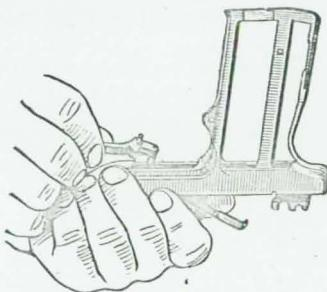

Рис. 15. Отделение (присоединение) спускового крючка с пружиной и спусковой тягой
тельным пальцем левой руки вывести спусковую тягу из паза рамки вниз, правой рукой повернуть спусковой крючок и вынуть его вместе со спусковой тягой из рамки вверх (рис. 15).
1. Присоединить спусковой крючок с пружиной и спусковой тягой к рамке. Взять пистолет в левую руку (см. рис. 15), большим и указательным пальцами правой руки взяться за спусковой крючок и вставить спусковую тягу в вырез рамки. Затем повернуть спусковой крючок влево, указательным пальцем левой руки ввести спусковую тягу в паз рамки, продвинуть спусковой крючок на себя и сдвинуть его назад до упора цапф спускового крючка в выступы рамки.